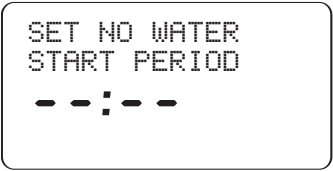

Abbildung 20: Anzeige – „No Water Period“ (Kein Bewässerungszeitraum)
2. Taste **RAIN DELAY** (Bewässerungspause) einmal drücken. [Siehe Abbildung 20].